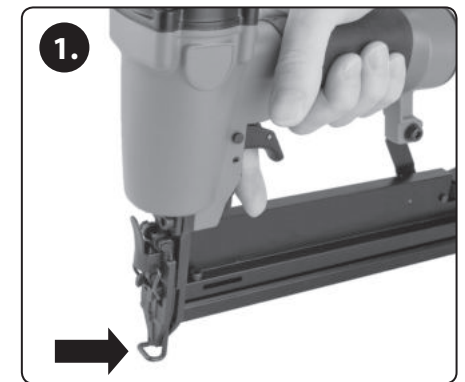

Abb. 5a
1. Setzen Sie den Druckluftnagler mit dem Kontaktschalter an die Werkstückoberfläche an (Abb. 5a, Schritt 1.).